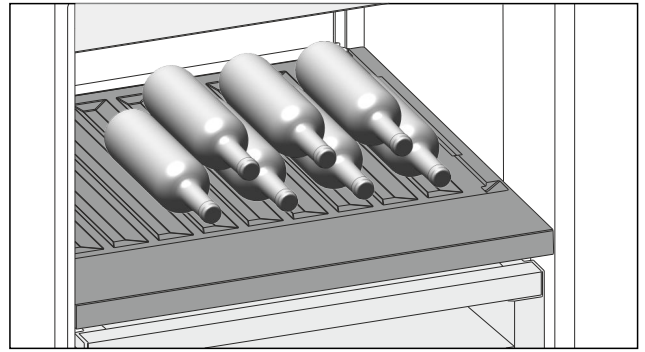

Fig. 99
- ▶ Inserire le bottiglie con il fondo rivolto verso la parte posteriore. (vedere Fig. 99)